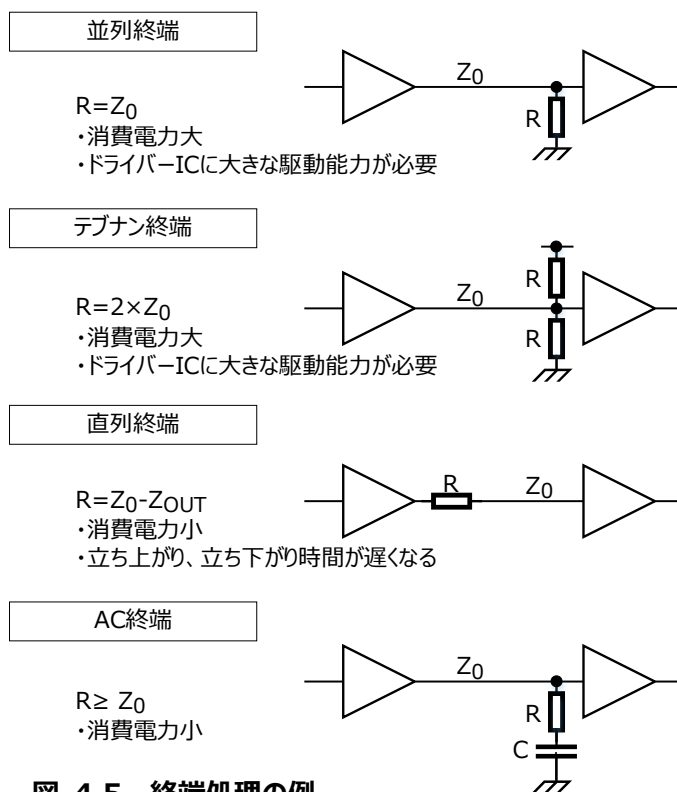

図 4.5 終端処理の例
- ・CMOS ロジック IC の入出力インピーダンスと配線の特性インピーダンス間でインピーダンス整合がとれるように終端処理をする(図 4.5)。